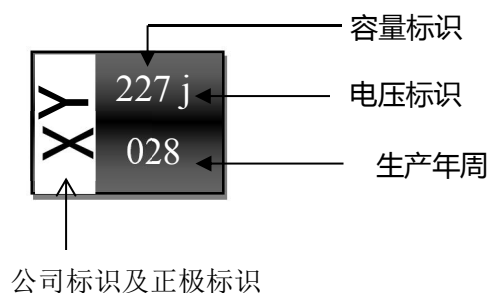

图 2 产品标识图
- (1) 商标及正极标识
- (2) 标称电容量
- (3) 额定工作电压
5.2 标志说明 (举例) : 见图 2。